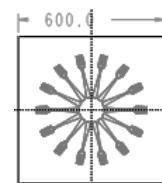

图 23.6 截面草图
(1) 选择命令。单击 **模具** 功能选项卡 **形状** 区域中的 **拉伸** 按钮。系统弹出“拉伸”操控板。
(2) 创建实体拉伸特征。
① 定义草绘截面放置属性。在绘图区中右击，从系统弹出的快捷菜单中选择 **定义内部草绘...** 命令。系统弹出“草绘”对话框，然后选择参考模型 **MAIN_PARTING_PLN** 基准平面作为草绘平面，选取 **MOLD_RIGHT** 平面为参考平面，方向为 **右**，单击 **草绘** 按钮，至此系统进入截面草绘环境。
② 进入截面草绘环境后，系统弹出“参考”对话框，选取 **MOLD_RTING** 基准平面和 **MOLD_FRONT** 基准平面为草绘参考，绘制图 23.6 所示的截面草图。完成截面草图的绘制后，单击“草绘”操控板中的“确定”按钮 。